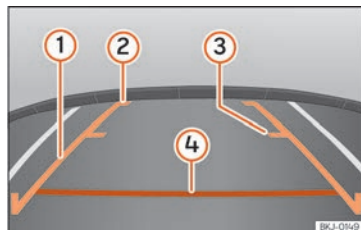

Abb. 261 Anzeige auf dem Bildschirm des Systems Easy Connect: Orientierungslinien.
- Die Beladung des Fahrzeugs verändert die Darstellung der Orientierungslinien »» Abb. 261. Die von ihnen dargestellte Breite verringert sich bei zunehmender Beladung. Achten Sie auf die Umgebung des Fahrzeugs, wenn der Innenraum oder der Gepäckraum beladen sind.
» **Abb. 261**